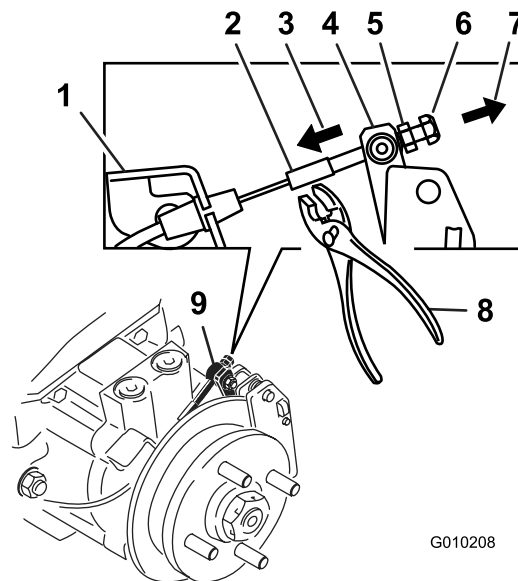

Figura 73
9. Usando las manos y los dedos solamente, empuje la palanca de la pinza hasta que haga tope y las pastillas de freno agarren el rotor (Figura 73).
10. Sujetando la palanca contra del tope, utilice la otra mano o los dedos para tirar del extremo roscado del cable a través del cabezal de giro. Apriete la tuerca estándar a mano contra el cabezal de giro (Figura 73).